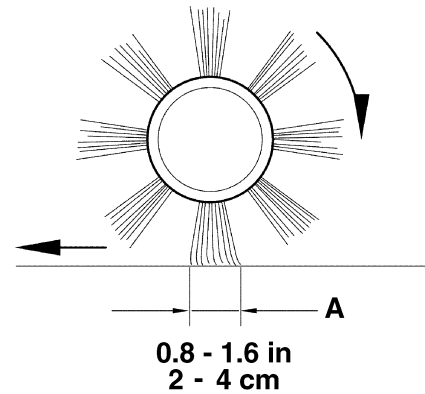

Abbildung 3
- Prüfen, dass die Spur (A, Abb. 3) der Hauptkehrwalzen-Gesamtlänge von 2 bis 4 cm breit ist. Weicht die Spur (A) ab, die Höhe der Hauptkehrwalze wie folgt einstellen.
Ist es nicht möglich, die Spur (A, Abb. 3) korrekt einzustellen, weil der Druckunterschied zwischen den beiden Enden der Hauptkehrwalze zu groß ist, siehe Service-Anleitung für die entsprechenden Einstellschritte.